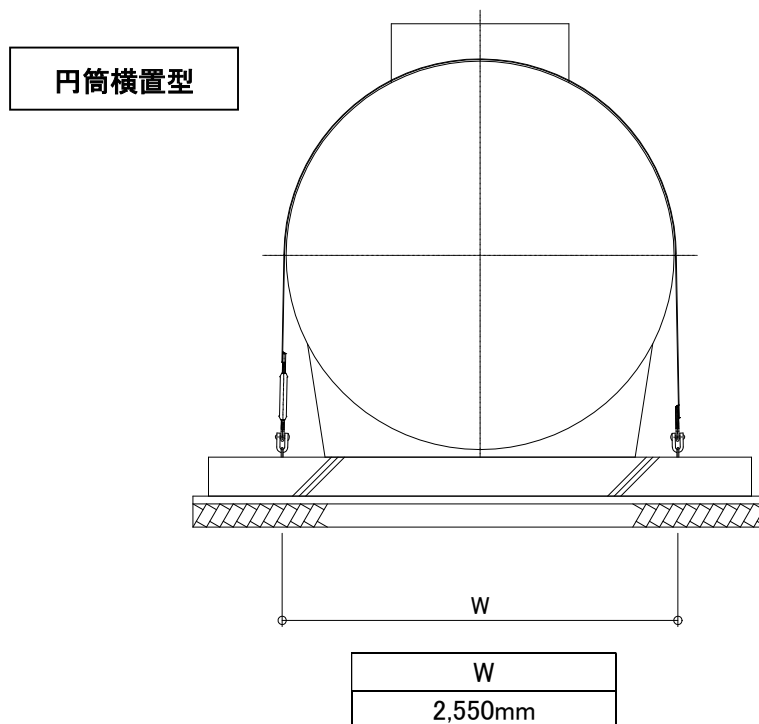
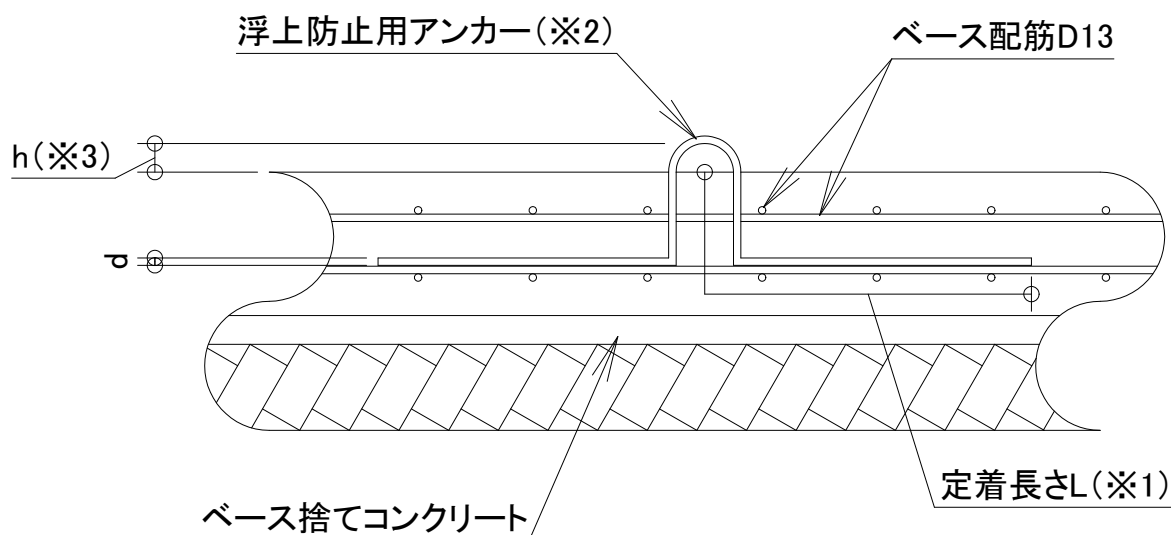
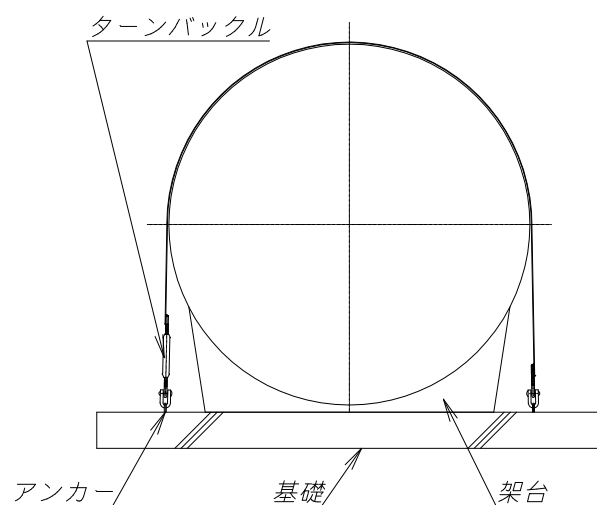

図 6
図 7
図 8
- ③ 浮上防止用アンカーの、ベースコンクリート上面からの高さは施工用図面等に従ってください。(図 6・図 7 参照)
- ⑤ 槽を設置したら固定用ワイヤーを図 6 のようにまき、ベースに埋め込んだアンカーにターンバックルを介して結合します。湧水のある場合は、ワイヤーロープの代わりにフラットバーを用い、図 8 のように設置します。